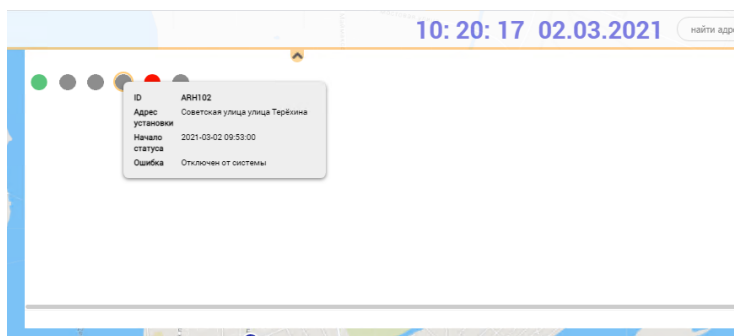

Рисунок 60. Окно информации о СО.
- Узнать подробную причину аварийного состояния (поле «Ошибка») и данные о СО (поля: id, адрес установки, начало статуса) можно увидеть в окне «информация о СО» при наведении на СО курсором мыши (Рисунок 60). Когда СО недоступен, то отображается следующая информация: ID, Адрес, дату и время с которого нет связи, статус (Нет связи).